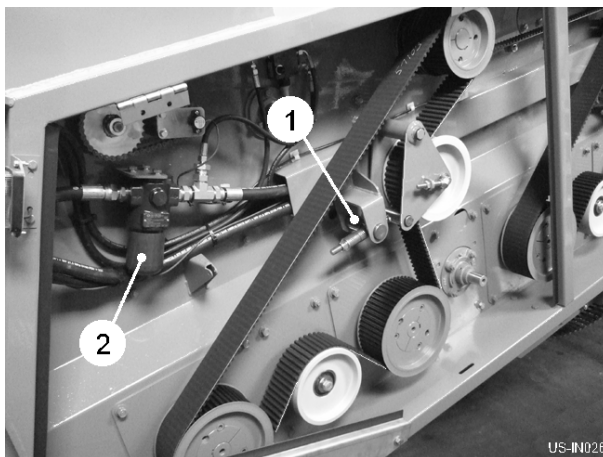

Fig 18
Die gezahnten Antriebsriemen besitzen Spanner (item 1, fig. 18), die sichtbar sind, wenn die entsprechende Abdeckung geöffnet wird. Die richtige Riemenspannung wird erreicht, wenn die Feder zusammengedrückt wird, bis sie mit der Kante der Führungsplatte ausgerichtet ist (ca. 35 mm).
Ein Druckfilter wird (item 2, fig 18) in die Versorgungslinie vom Traktor montiert. Das Element sollte nach 50 Stunden vom Starten von Zeit ersetzt werden und dann jährlich oder alle 500 Stunden danach.